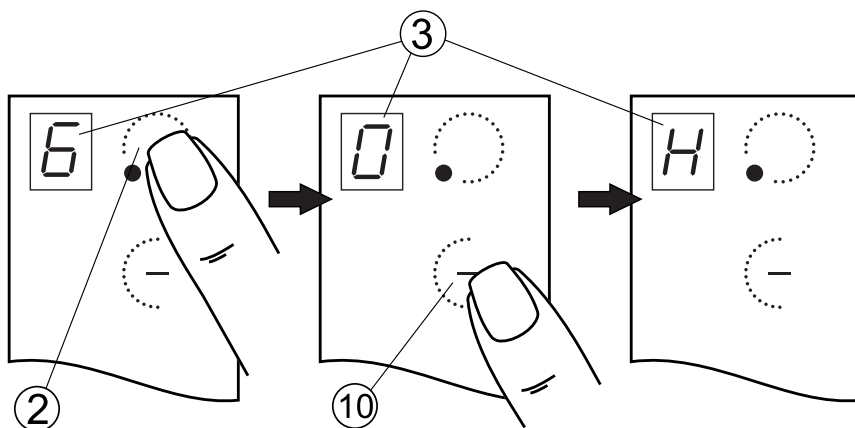

Рис.15
1. Работаящую конфорку перевести касанием зоны ② в режим управления (рис. 15).